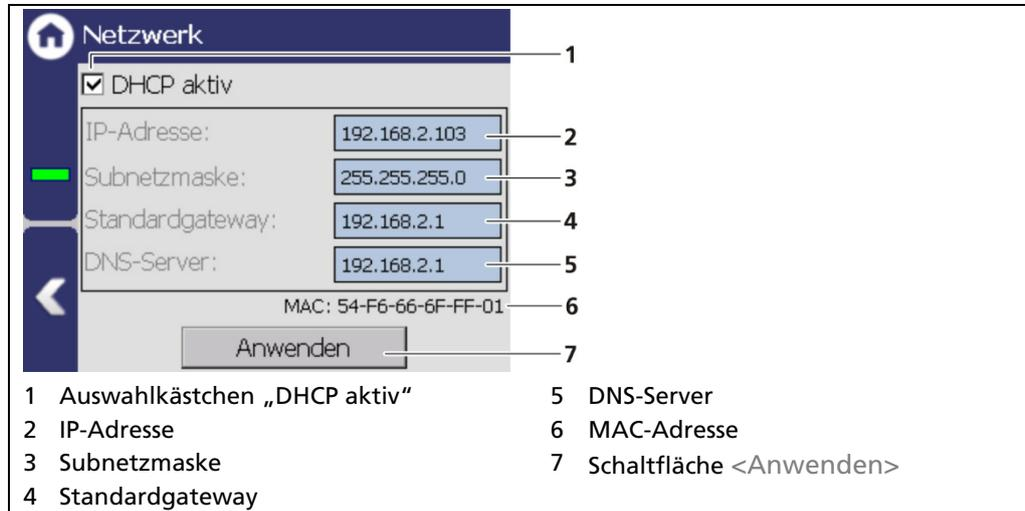
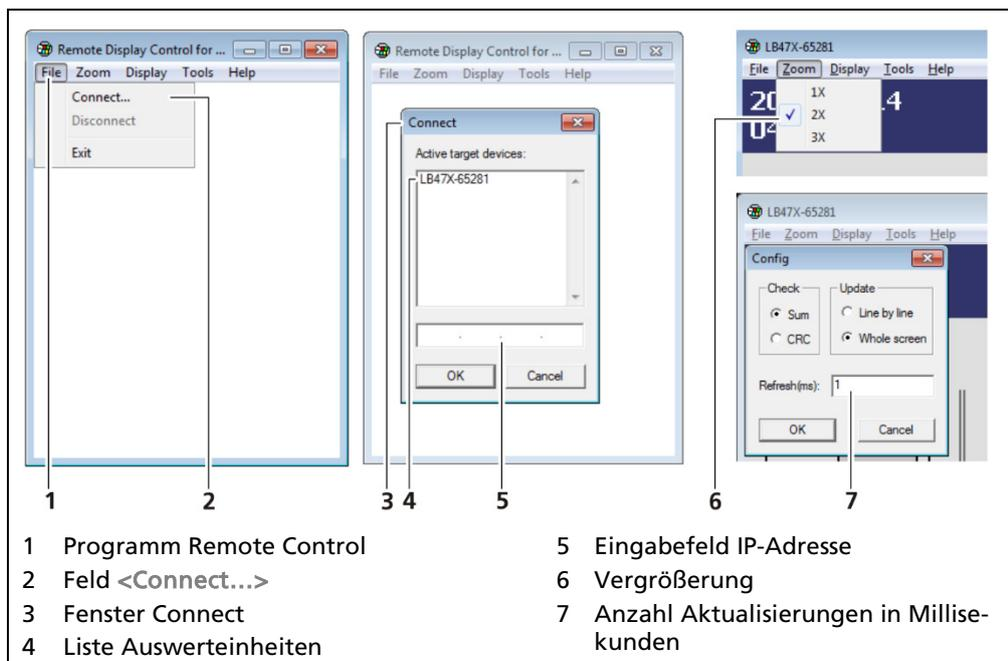

Abb. 49 Netzwerkeinstellungen
Abb. 50 Verbindung zur AWE über RC-Software herstellen
Sie können die Netzwerkadresse entweder manuell oder per DHCP einstellen (automatische Zuweisung). Aktivieren Sie hierzu das Auswahlkästchen „DHCP aktiv“ im Auswahlfeld (Abb. 49, Pos. 1).
Der PC und die AWE LB 47x müssen sich im selben IP-Subnetz befinden. Im Fall einer automatischen Zuweisung der IP-Adresse durch einen DHCP-Server können Sie hier die vergebene IP-Adresse nur einsehen. Eine Veränderung der IP-Adresse ist nicht möglich. Auf dieser Seite können Sie ebenfalls die MAC-Adresse des Gerätes ablesen (Abb. 49, Pos. 6).
1. Klicken Sie auf das Textfeld (Abb. 49, Pos. 2 - 5), um das Eingabefeld zu öffnen.
4. Klicken Sie auf <Anwenden> (Abb. 49, Pos. 7), um die Netzwerkeinstellungen zu übernehmen.
- ▶ Das Programm wird gestartet (Abb. 50, Pos.1).
2. Klicken Sie auf die Registerkarte <File> und anschließend auf <Connect...> (Abb. 50, Pos.2), um eine Verbindung zur AWE herzustellen.
- ▶ Ein neues Fenster „Connect“ wird geöffnet (Abb. 50, Pos.3) und verbundene Auswerteeinheiten werden aufgelistet.
Die IP-Adresse der AWE muss im gleichen Subnetz (Abb. 49, Pos.3) sein wie der Netzwerkadapter des Computers (siehe vorheriges Kapitel „Netzwerk“).
3. Klicken Sie auf die Kennung der Auswerteeinheit (Abb. 50, Pos.4) oder geben Sie im Eingabefeld (Abb. 50, Pos.5) die IP-Adresse der AWE (siehe Abb. 49, Pos. 2) ein.
5. Sie können im Menü „Zoom“ (Abb. 50, Pos.6) die Ansicht vergrößern (2x,3x), sowie im Menü „Tools | Config“ die Anzahl der Aktualisierungen für eine flüssige Darstellung ändern.